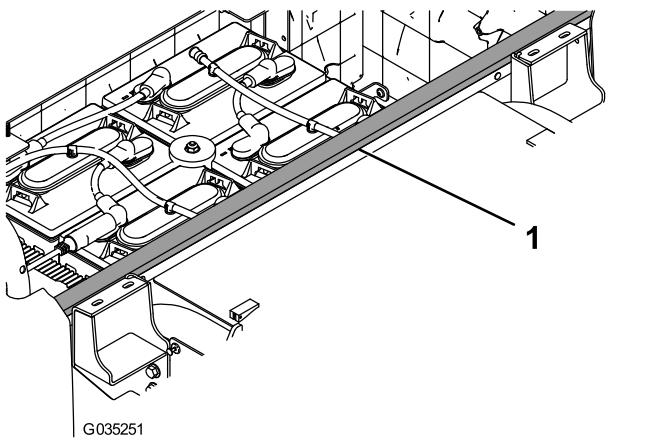

Figure 8
1. Retirez la bande au dos du joint mousse arrière et fixez le joint sur la machine, comme montré à la Figure 8.